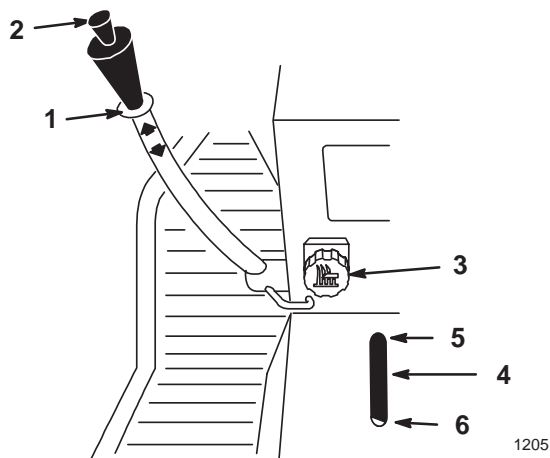

Abbildung 11
Der Absenkhebel (Abb. 11) wird verwendet, um verschiedene Zusatzvorrichtungen abzusenken und anzuheben.
Die Dial-A-Height-Vorrichtung (Abb. 11) wird verwendet, um den Abwärtsweg der Zusatzvorrichtung einzuschränken. Der Dial-A-Height-Knopf wird gedreht, um die Position dieses Anschlags nach oben oder unten zu verstellen.
1. Den Hebevorrichtungshebel hochziehen: Siehe "Anheben von Zusatzvorrichtungen". In oberer Position kann der Dial-A-Height-Knopf (Abb. 11) zur Veränderung der Anschlagposition gedreht werden. Durch Drehen im Uhrzeigersinn wird die Anschlaghöhe der Zusatzvorrichtung erhöht und durch Drehen im Gegenuhrzeigersinn verringert.
2. Die Absenkhöhenanzeige (Abb. 11) zeigt die Änderung der Hubhöhe der Zusatzvorrichtung, während die Einstellung vorgenommen wird.